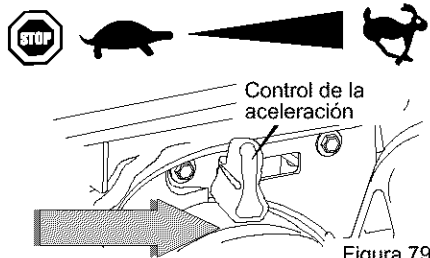

Figura 79
- Mueva el control de aceleración a la posición (RAPIDO). Opere el motor con el control de aceleración en la posición "RÁPIDO" (vea la Figura 79).